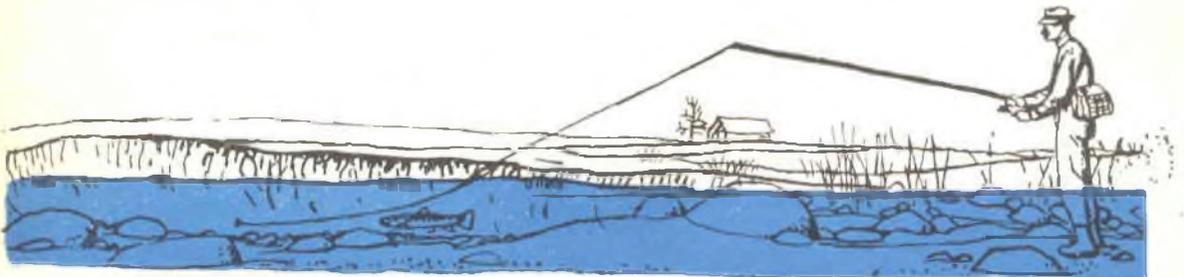

Fig. 5
- c) Lanciando sopracorrente, collocate l'esca ben sopra al pesce (fig. 4). Man mano che l'esca si avvicina, riavvolgete la lenza (fig. 5);